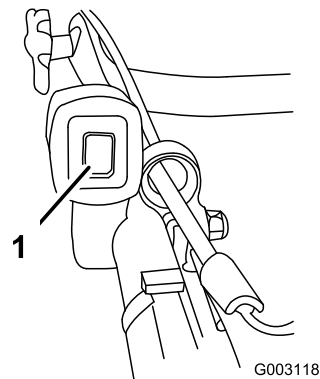

Figure 17
1. Appuyez de manière prolongée sur l'interrupteur d'arrêt du moteur jusqu'à ce que le moteur s'arrête (Figure 17).